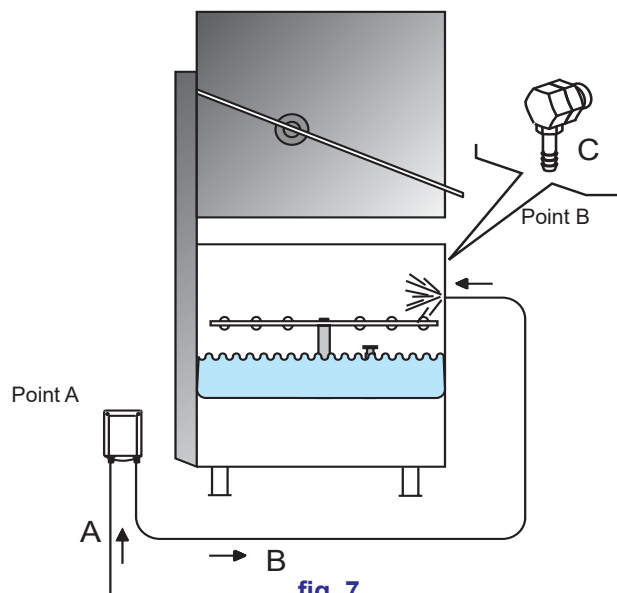

fig. 7
- Relier le tube d'aspiration sur le raccord d'aspiration du doseur (voir fig. 7 point **A**).
- Relier le tube de départ sur l'autre raccord du doseur et le raccord de départ (voir fig.7 point **B**).